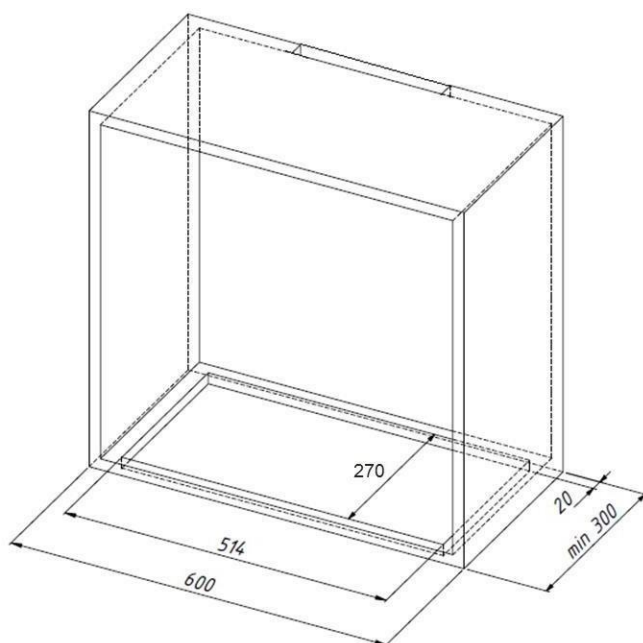

Рис. 2
1. Минимальный размер шкафа для встраивания 600x300x600. 2. Вырезать отверстие 514x270 (рис. 2).